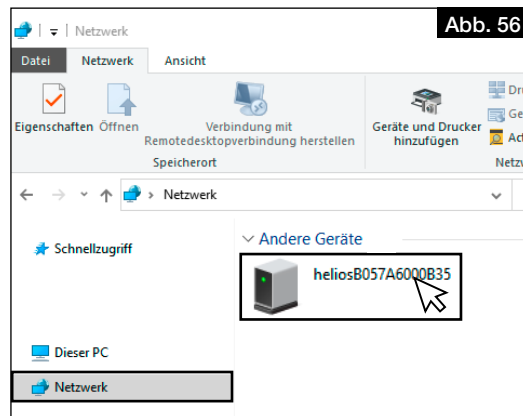

Abb. 56
2. Arbeitsplatz öffnen und auf Netzwerk klicken, vgl. Abb. 56.
3. Doppelklick auf das entsprechende Gerät, vgl. Abb. 56.